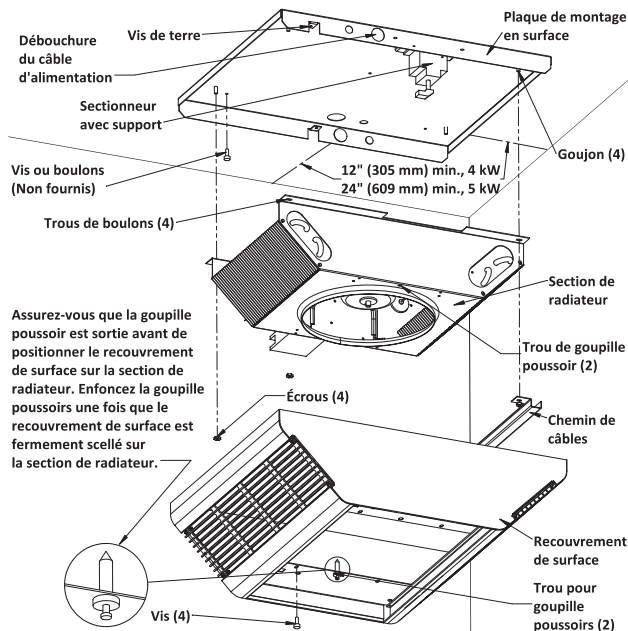

Figure 2
6. Positionnez la plaque de montage en surface contre le plafond et fixez-la avec des boulons ou des vis (Figure 2). Voyez l'avertissement N° 9. Connectez le fil d'arrivée de terre sur la vis de terre verte de la plaque de montage en surface.
10. Positionnez la section de radiateur par-dessus les goujons de la plaque de montage en surface (Figure 2).
11. Poussez la section chauffante sur les goujons et serrez solidement les deux écrous (fournis) sur les goujons pour fixer la moitié de la section chauffante opposée aux fils gainés à la plaque de montage en surface. Poussez la conduite sur les goujons en vous assurant que les fils gainés sont dans la conduite, puis serrez fermement les deux écrous (fournis) sur les goujons pour fixer la conduite et l'autre moitié de l'appareil de chauffage à la plaque de montage en surface (Figure 2).
SI VOUS N'INSTALLEZ PAS BIEN LES QUATRE ÉCROUS DE FIXATION LE RADIATEUR PEUT TOMBER (VOYEZ LA FIGURE 2).
REMARQUE : Assurez-vous que la goupille poussoir dans chaque extrémité de la grille de soufflage est tirée en position sortie pour permettre aux corps de goupille de bien entrer dans les trous de la section de radiateur (Figure 2).
15. Installez et serrez bien quatre vis (fournies) pour retenir le recouvrement de surface avec la section de radiateur (Figure 2).
SI VOUS N'INSTALLEZ PAS BIEN LES QUATRE VIS LE RECOUVREMENT DE SURFACE PEUT TOMBER (VOYEZ LA FIGURE 2).
SI VOUS N'INSTALLEZ PAS BIEN LES QUATRE VIS, LE RECOURVREMENT DE SURFACE PEUT TOMBER (VOYEZ LA FIGURE 2).
SI VOUS N'INSTALLEZ PAS BIEN LES QUATRE VIS LE RECOURVEMENT DE SURFACE PEUT TOMBER (VOYEZ LA FIGURE 2).